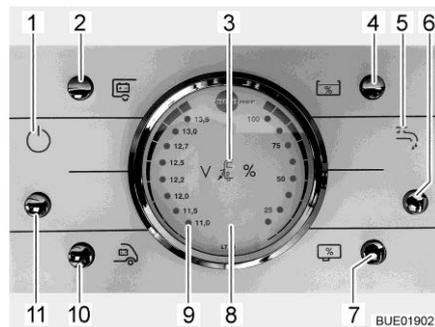

Fig. 98 Panel LT 96
El pulsador (Fig. 98,11) conecta y desconecta el panel y la alimentación de 12 V del habitáculo.
**Conectar:** ■ Pulsar el pulsador (Fig. 98,11): La alimentación de 12 V del habitáculo está conectada. La luz de control (Fig. 98,1) se enciende.
**Desconectar:** ■ Pulsar el pulsador (Fig. 98,11): La alimentación de 12 V del habitáculo está desconectada. La luz de control (Fig. 98,1) se apaga.
Observar la escala izquierda del instrumento indicador V/depósito (Fig. 98,8). El instrumento indicador se ilumina automáticamente al accionar el pulsador.
- Pulsar el pulsador (Fig. 98,10): Indica la tensión de la batería del motor de arranque.
- Pulsar el pulsador (Fig. 98,2): Indica la tensión de la batería del habitáculo.
Observar la escala derecha del instrumento indicador V/depósito (Fig. 98,8). El instrumento indicador se ilumina automáticamente al accionar el pulsador.
- Pulsar el pulsador (Fig. 98,4): Indica la cantidad de agua.
- Pulsar el pulsador (Fig. 98,7): Indica la cantidad de aguas residuales.
- Pulsar el pulsador (Fig. 98,6): El suministro de agua está conectado. La luz de control de bomba de agua (Fig. 98,5) está iluminada.
- Pulsar el pulsador (Fig. 98,6): El suministro de agua está desconectado. La luz de control de bomba de agua (Fig. 98,5) se apaga.
La luz roja de "ALARMA" (Fig. 98,9) parpadea en cuanto la tensión de la batería del habitáculo baja de 11 V (medición durante el servicio) y hay peligro de descarga completa.
La luz de control de 12 V (Fig. 98,1) estará encendida si el pulsador principal de 12 V (Fig. 98,11) está conectado.
Se enciende la luz de control de 230 V (Fig. 98,3) cuando hay tensión de red en la entrada del bloque eléctrico.